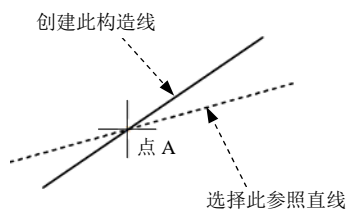

图 2.1.12 指定通过点
(1) 在命令行**输入构造线的角度 <0>:**的提示下, 输入角度值 15 后按 Enter 键。
(2) 命令行提示**指定通过点:**, 将鼠标光标移至屏幕上的任意位置点——点 A (图 2.1.12) 并单击, 即在绘图区中绘出经过该点且与指定直线成 15° 角的构造线。
(3) 系统命令行继续提示**指定通过点:**, 在此提示下继续选择位置点, 可绘制出多条与指定直线成 15° 角的平行构造线, 直至按 Enter 键结束命令。